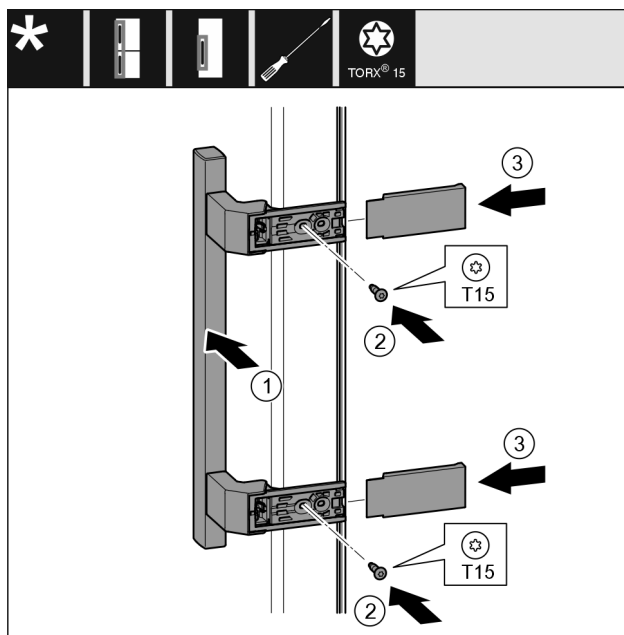

Fig. 20
- Coloque el tirador Fig. 20 (1) en el lado opuesto.
- Apriete los tornillos Fig. 20 (2) con el destornillador.
- Coloque las cubiertas Fig. 20 (3) lateralmente y empújelas.